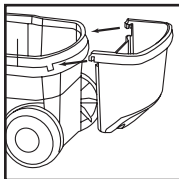

FIGURA 12
17. Con la parte posterior del depósito mirando hacia usted, tome la cesta de accesorios y colóquela con las lengüetas mirando hacia la parte posterior del depósito. **FIGURA 12.**